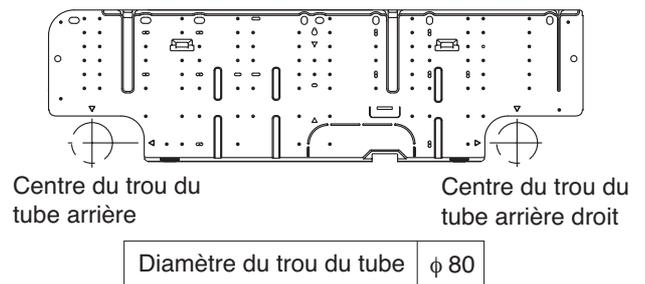
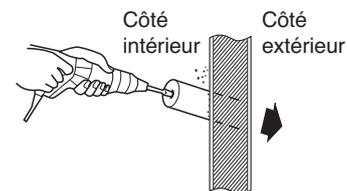

Fig. 3-15
Fig. 3-16
- (1) Retirez le panneau arrière de l'unité intérieure et placez-le sur le mur à l'endroit de votre choix. Fixez le panneau arrière et accrochez-y l'unité momentanément. Assurez-vous que l'unité est parfaitement horizontale à l'aide d'un niveau ou mesurez la distance entre l'unité et le plafond à l'aide d'un mètre-ruban.
- (2) Déterminez l'ouverture du panneau arrière à utiliser. (Fig. 3-15)
- (3) Avant de percer un trou, vérifiez s'il n'y a pas de montants ou de tubes derrière l'emplacement choisi. Les précautions ci-dessus s'appliquent également si les tubes traversent le mur à un autre endroit.
- (4) A l'aide d'une scie à découper, d'une scie-cloche ou d'un accessoire de perçage de trous, percez dans le mur un trou (de 80 mm de diamètre). (Fig. 3-16)